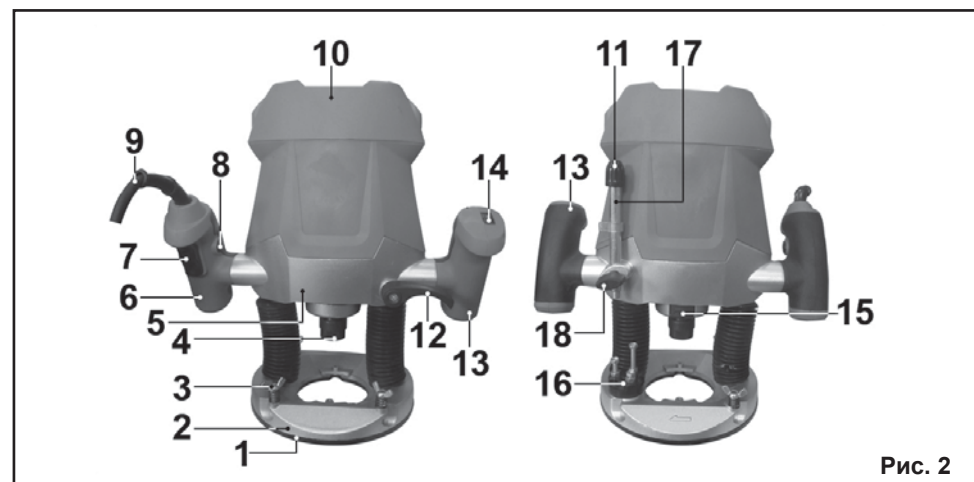

Рис. 2
6. УСТРОЙСТВО ФРЕЗЕРНОЙ МАШИНЫ (Рис. 2.)